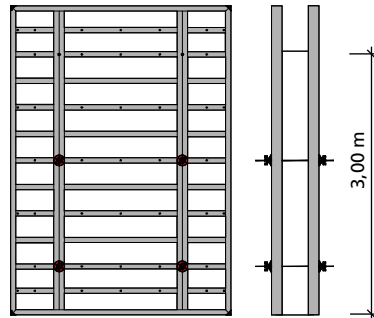

Abb. 47.1
■ Bei Elementen der Höhe 3,50 m kann bis 3,00 m Betonierhöhe auf die oberste Ankerstelle verzichtet werden (Abb. 47.1).